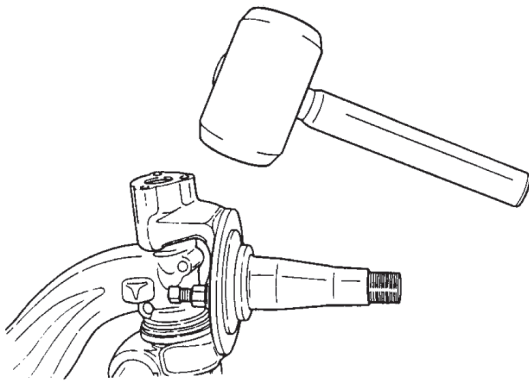

Figura 83
- A. Golpee la bossa de la punta de eje con un martillo de goma para mover las piezas en la posición. Figura 83.